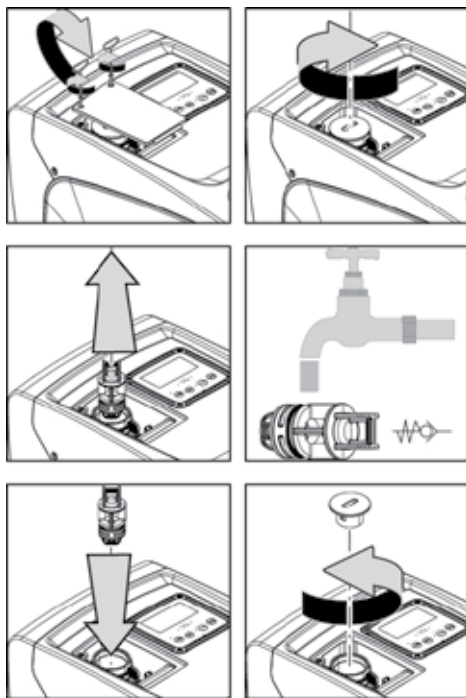

Fig. 21
1. ta bort luckan till utrymmet för extra underhåll (Fig. 1, sida F) genom att lossa de två låsskruvarna med det medföljande verktyget. Ta inte bort skruvarna helt utan använd dem för att dra ut luckan. Tappa inte skruvarna in i systemet när de har tagits bort från luckan (Fig. 21);
2. använd en skruvmejsel och ta bort 1"1/4 pluggen för att komma åt backventilen (Fig. 21);
3. använd en tång och dra, utan att vrida, ut backventilens patron genom att gripa om byglingen som är specifikt avsedd för detta (Fig. 21). Du kan behöva ta i lite grann;
5. för åter in patronen på sin plats. De två O-ringarna behöver tryckas samman vid införandet (Fig. 21);
6. dra åt 1"1/4 pluggen helt. Pluggen hjälper till att föra in patronen om den ännu inte är helt införd (Fig. 21);
7. sätt tillbaka luckan och dra åt de två skruvarna (Fig. 21).